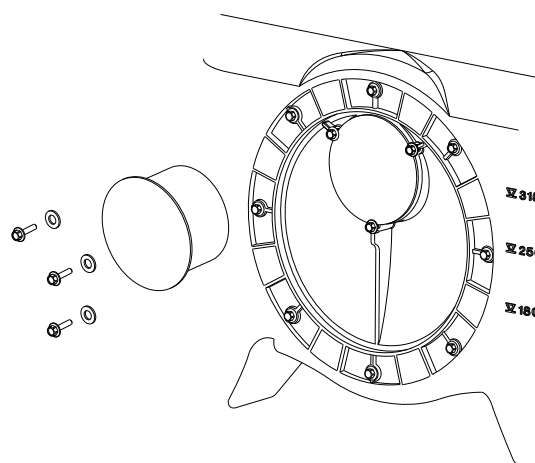

Fig. 22 Pluggning av huvudinlopp
**Om huvudinloppet inte ska användas kan det enkelt pluggas med en DN 100 rörplugg av standardtyp, som monteras med tre skruvar och brickor. Se fig. 22.**